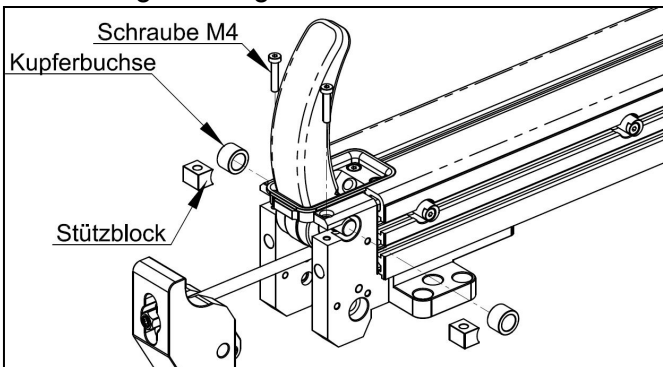

Abb. 9-6
(6) Entfernen Sie zwei M4-Schrauben, zwei Stützblöcke und zwei Kupferbuchsen, wie in Abbildung 9-6 dargestellt.